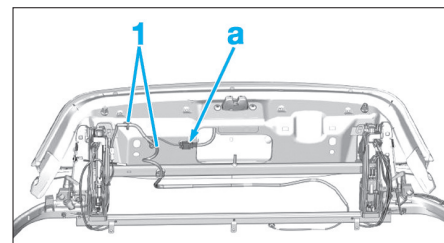

Fig. 141
- Ouvrir le coffre et déclipper les brides des faisceaux électriques (1) (Fig.141).